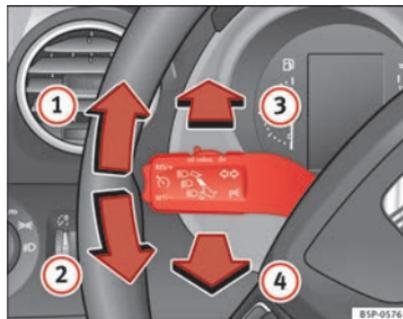

Fig. 75 Manípulo das luzes indicadoras de mudança de direcção e dos máximos
⇒ Fig. 75 ①, para piscar à direita ou para baixo ②, para piscar à esquerda.
- Se os médios estiverem ligados, pressione o manípulo para a frente ⇒ Fig. 75 ③ para ligar os máximos.
- Pressione o manípulo na direcção do volante ⇒ Fig. 75 ④ para desligar os máximos.